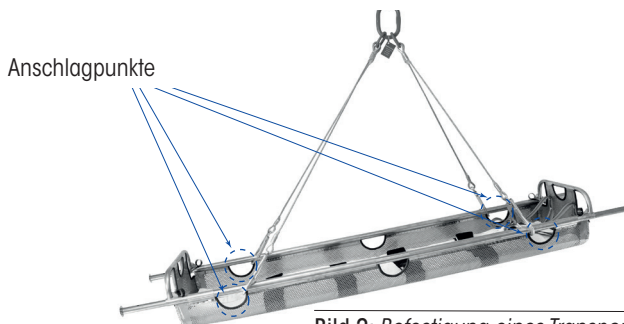

Bild 2: Befestigung eines Transportgehänges
1. Hängen Sie die Karabinerhaken des Transportgehänges in die Grifföffnungen (kürzere Stränge am Kopfende) (Bild 2).